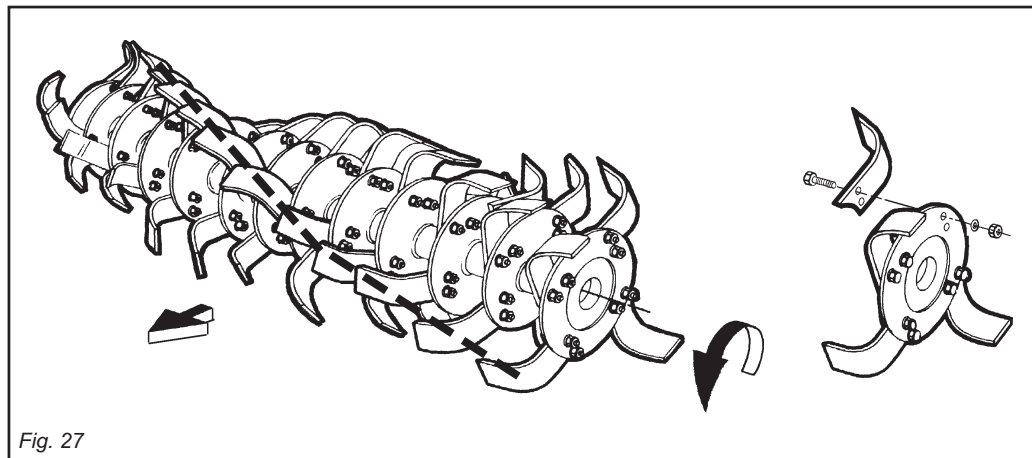

Fig. 27
Le zappette con cui viene equipaggiata la macchina sono adatte per la lavorazione su terreni di normale conformazione. Controllare giornalmente la loro usura o integrità. Qualora durante il lavoro dovessero per cause accidentali piegarsi (o rompersi) è necessario sostituirle immediatamente avendo l'accortezza di rimontare la nuova zappetta nella identica posizione di quella da sostituire (Fig.27).
**I bulloni che fissano le zappette devono avere la testa dalla parte delle zappette e il dado con relativa rondella dalla parte della flangia (Fig. 27).**
*Remember to mount the new hoe blade in exactly the same position as the old one (Fig. 27).*
***The heads of the bolts fixing the hoe blades in place must be on the side of the hoe blades themselves, while the nut with relative washer must be on the flange side (Fig. 27).***
Le nouveau couteau devra être monté exactement dans la position de celui à remplacer (Fig. 27).
**Les boulons de fixation des couteaux doivent avoir la tête côté couteau et l'écrou avec la rondelle côté flasque (Fig. 27).**
*Die Hackmesser, mit der die Maschine ausgerüstet wird, eignen sich zur Bearbeitung von Boden mit normaler Beschaffenheit. Sie sind täglich auf ihre Unversehrtheit und ihren Verschleißzustand zu prüfen. Sollten sie bei der Arbeit verbiegen oder zu Bruch gehen, müssen sie sofort ersetzt werden. Dabei ist zu beachten, daß man das neue Hackmesser an der gleichen Stelle montiert, an der sich das beschädigte befand (Abb. 27). Sollten gleich mehrere Hackmesser zu ersetzen sein, sollte man jeweils ein Hackmesser ein- und ausbauen, um eine falsche Einbau-position zu vermeiden. Die Hackfräsen sind in der Regel mit 4 Hackmessern pro Flansch ausgerüstet. Wenn der Boden allerdings trocken an den Werkzeugen kleben bleibt, kann man auch 6 Hackmesser pro Flansch montieren.*
*Die Schrauben, mit denen man die Hackmesser befestigt, müssen den Kopf auf der Seite des Hackmessers und die Mutter mit der Unterlegscheibe auf der Flanschseite haben (Abb.27).*
Las azadillas que presenta la máquina son idóneas para trabajar sobre terrenos de normal conformación. Controlar todos los días su buen estado y eventual desgaste. Si durante el trabajo por eventuales accidentes se doblan o rompen es necesario sustituirlas inmediatamente prestando atención de montar la nueva azadilla en la idéntica posición de la precedente (Fig. 27).
**Los bulones que fijan las azadillas deben tener la cabeza de la parte de las azadillas y la tuerca con la relativa arandela de la parte de la brida (Fig.27).**
Se si devono sostituire le zappette, fare attenzione che le nuove assumano la posizione di quelle smontate (Fig. 27).
If the hoe blades must be changed, remember to set the new blades in the same positions as the demounted ones (Fig. 27).
En cas de remplacement des couteaux, veillez surtout à ce que les nouveaux couteaux occupent les positions de ceux démontés (Fig. 27).
Wenn man die Hackmesser ersetzen muß, darauf achten, daß die neuen in der Position der ersetzten am Hackstern angebracht werden (Abb. 27).
Cuando sustituimos azadillas respetar la posición de las azadillas desmontadas (Fig. 27).